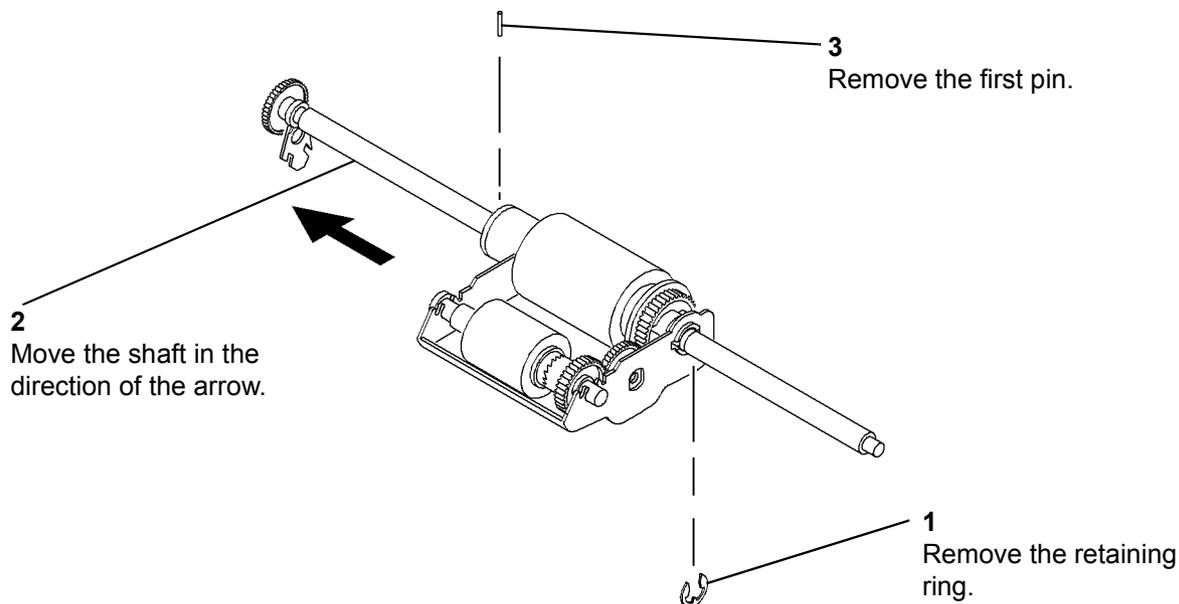

Рисунок 1. Первый штифт
2. Удалите первый штифт, рисунок 1.